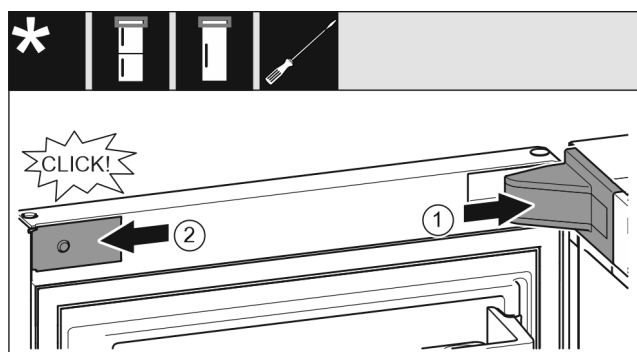

Fig. 23
- ▶ 放上并插入托架盖，如有必要小心地按压分开。 Fig. 23 (1)
- ▶ 将隔板放置到侧面并插入。 Fig. 23 (2)